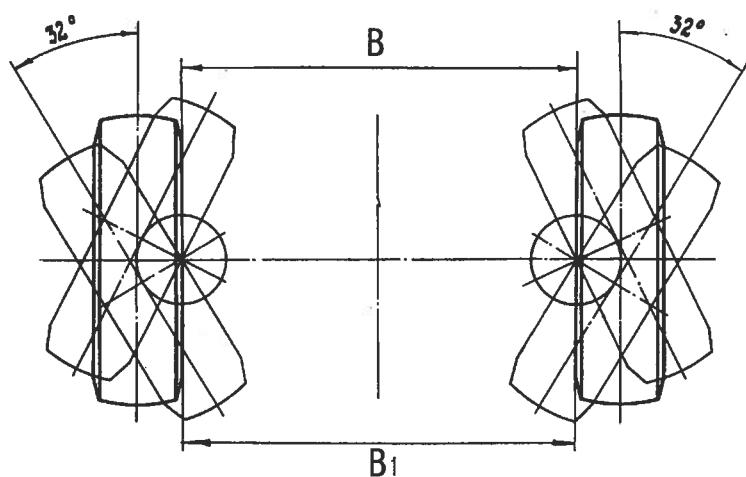

Рис. 62. Установка управляемых колес
**Регулирование схождения передних колес.** Схождение передних колес проверять при номинальном давлении воздуха в шинах замером разности расстояний В1 и В (рис. 62) по бортам ободьев колес. Порядок проверки:
колес в задней части на уровне центров колес и отметить места замеров. Перекатить автомобиль, чтобы отмеченные точки оказались впереди, и замерить расстояние В. Спереди расстояние должно быть на 1–3 мм меньше, чем сзади. Если разность расстояний В1 и В выходит за вышеуказанные пределы, то регулировать схождение колес изменением длины поперечной рулевой тяги, ослабив затяжку болтов наконечников тяги рулевой трапеции. Отрегулировав схождение, затянуть болты наконечников тяги. Углы поворота ограничиваются постоянными нерегулируемыми упорами, величина их указана на рис. 62.